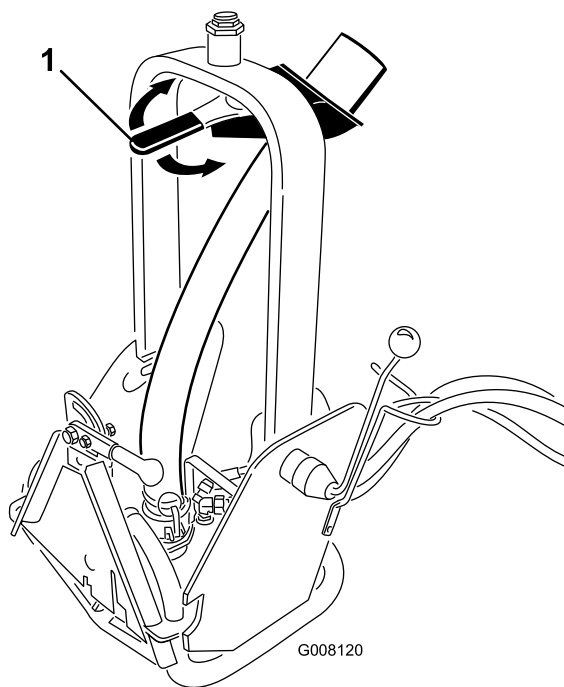

Figura 7
2. Para ajustar a direcção do fluxo, rode o manípulo do bocal (Figura 7) para a posição pretendida.
Nota: A resistência do manípulo do bocal (Figura 7) pode ser aumentada ou diminuída